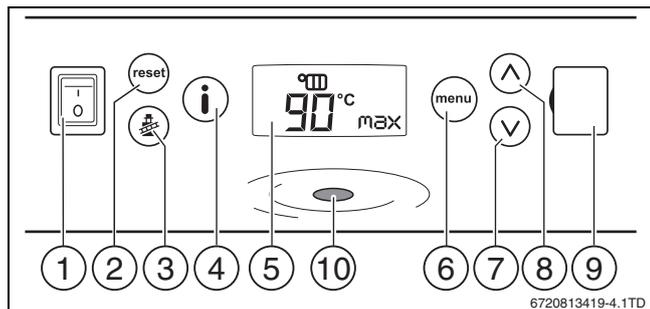

Fig. 5 Tableau de commande
- Régler l'interrupteur Marche / Arrêt sur la position «1» (→ fig. 5, [1]).